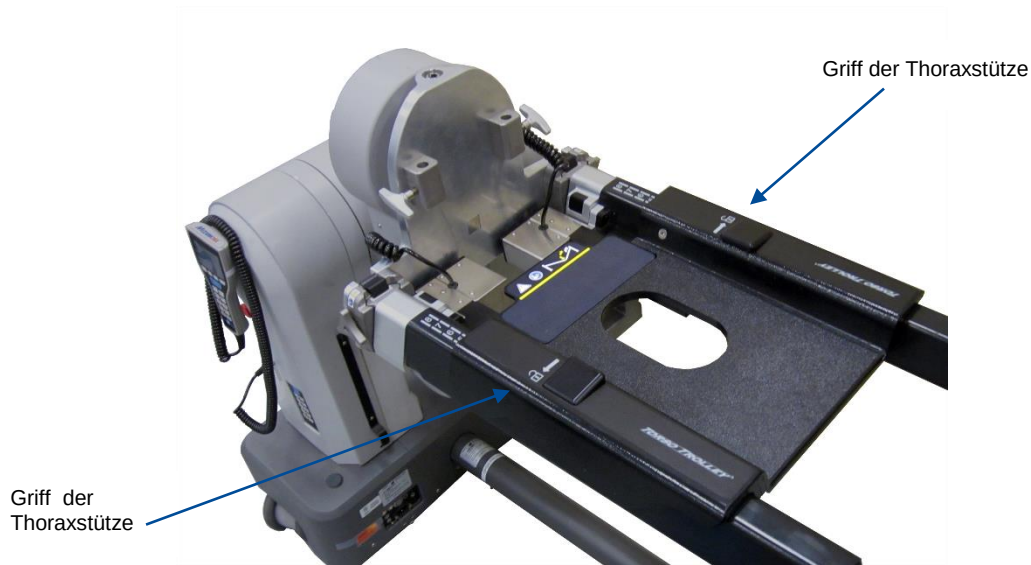

Abbildung 64: Auf den Schienenaufsätzen montierte Thoraxstütze
- a. Die Thoraxstütze über den Pfosten der Schienenaufsätze ausrichten und absenken. Thoraxstütze kann an jeder beliebigen Stelle der Schienenaufsätze platziert werden, solange die Pfosten in der Zahnung der Thoraxstütze sitzen (Abbildung 64).